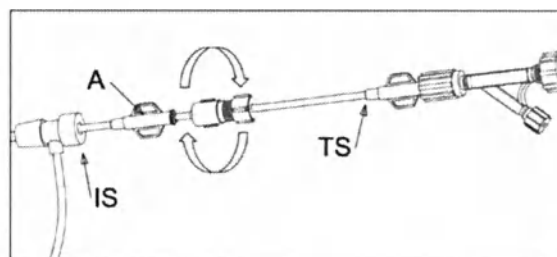

Рис. 14
- Подсоедините транспортировочный интродьюсер (TS) к переходнику (A) (рис. 14).